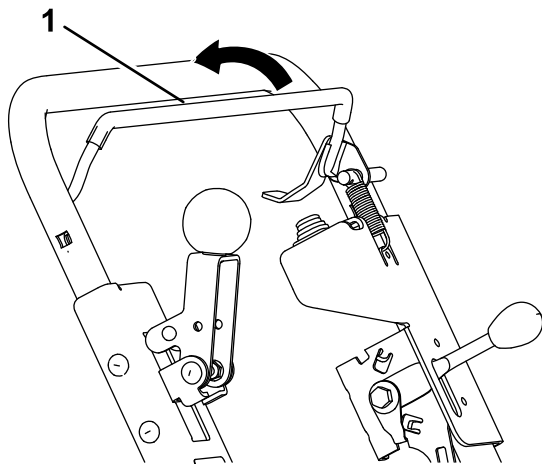

Bild 7
- Drücken Sie zum Starten der Maschine den Schaltbügel nach unten (Bild 7). Halten Sie den Schaltbügel gedrückt, damit die Maschine laufen kann.